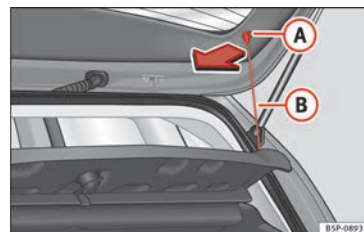

Fig. 103 Pianale portaoggetti.
– Sganciare i tiranti » fig. 103 B dagli alloggiamenti A.